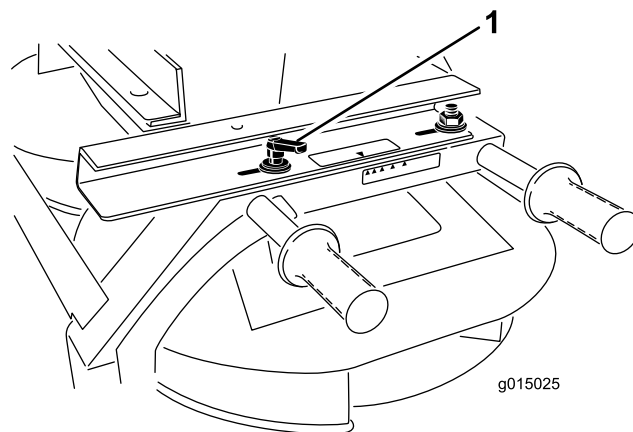

Figura 32
1. Afloje la palanca situada en cada lado del doble rotor (Figura 32).